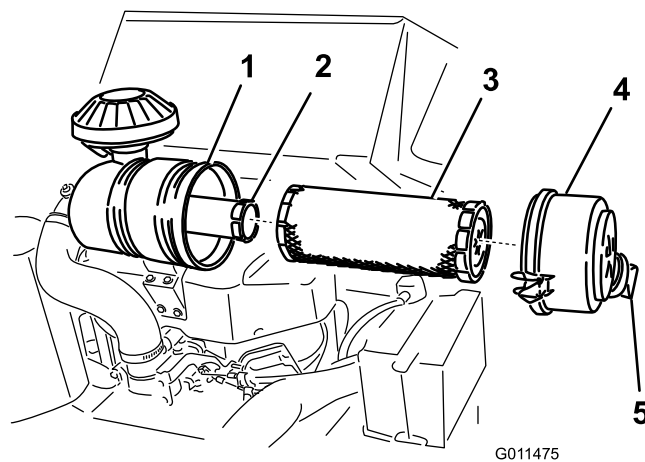

Figure 33
3. Ouvrez les verrous du filtre à air et séparez le couvercle du corps du filtre (Figure 33).
1. Sortez l'élément principal du corps du filtre avec précaution (Figure 33). Évitez de cogner l'élément à l'intérieur du corps.
4. Si vous remplacez l'élément filtrant de sécurité, insérez-le avec précaution dans le corps du filtre (Figure 33).
5. Placez ensuite l'élément principal sur l'élément de sécurité avec le même soin (Figure 33). Assurez-vous qu'il est bien engagé en appuyant sur le rebord extérieur.
6. Reposez le couvercle du filtre à air, le capuchon antipoussière orienté comme indiqué à la Figure 33, et fermez les verrous.